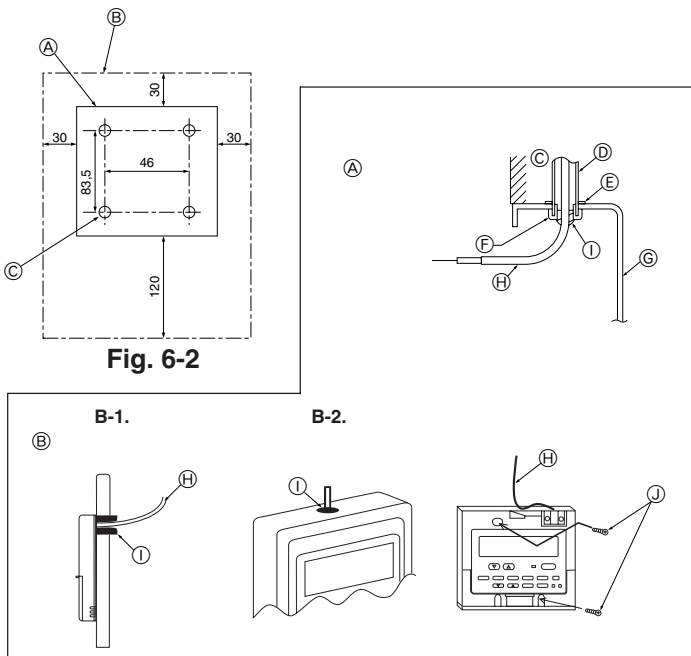

Fig. 6-3
(2) Dicht de opening voor de afstandsbedieningskabel af met stopverf om te voorkomen dat er dauwdruppels, water, kakkerlakken of wormen inkomen. (Fig. 6-3)